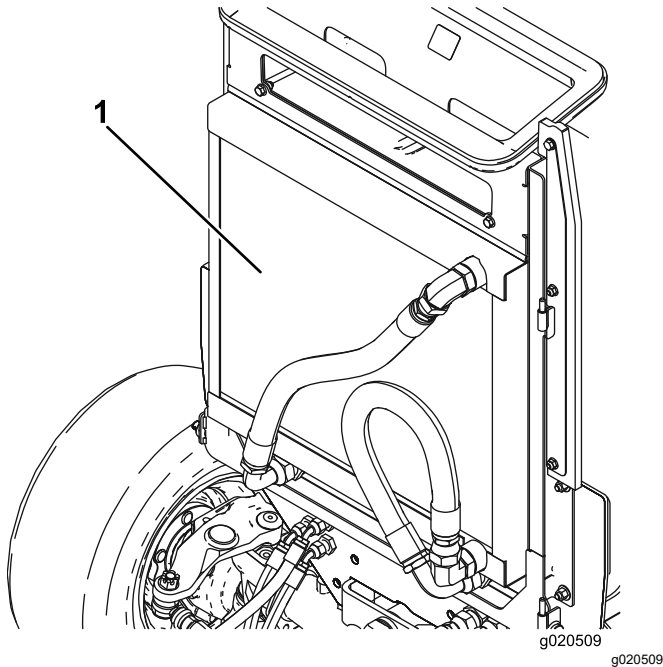

Bild 71
2. Reinigen Sie beide Seiten des Ölkühler- und des Kühlerbereichs (Bild 71) gründlich mit Druckluft. Blasen Sie Rückstände von vorne nach hinten heraus. Reinigen Sie dann von hinten und blasen Sie nach vorne. Wiederholen Sie dies mehrmals, bis alle Rückstände entfernt sind.